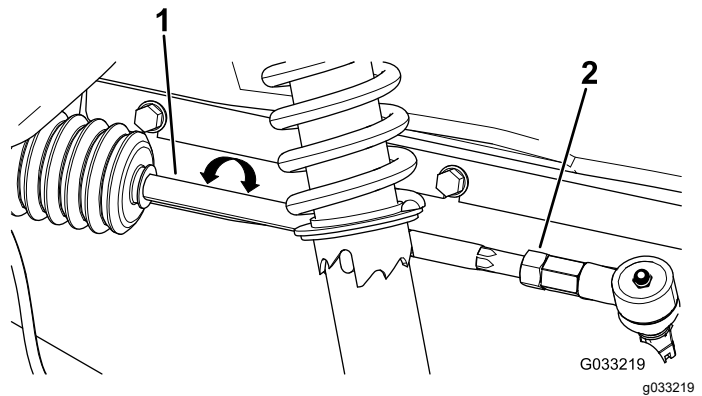

Figure 55
2. Si la mesure n'est pas comprise entre 0 et 6 mm (0 et ¼ po), desserrez les écrous de blocage aux extrémités extérieures des biellettes (Figure 55).